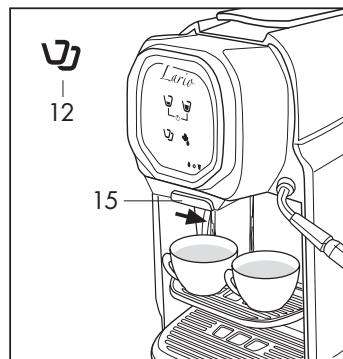

Fig. 11
Pour la préparation du café double, déplacer le sélecteur (15) sur la droite (Fig. 11).
- Après avoir placé le sélecteur (15) sur la droite, placer 2 tasses sur le support (**Fig. 11**).
- Introduire la capsule comme indiqué sur la page précédente et appuyer sur le symbole (12) (**Fig. 11**).
- Pour le modèle sans sélecteur, après avoir positionné les deux tasses, appuyer sur la touche (12) (**Fig. 11**).